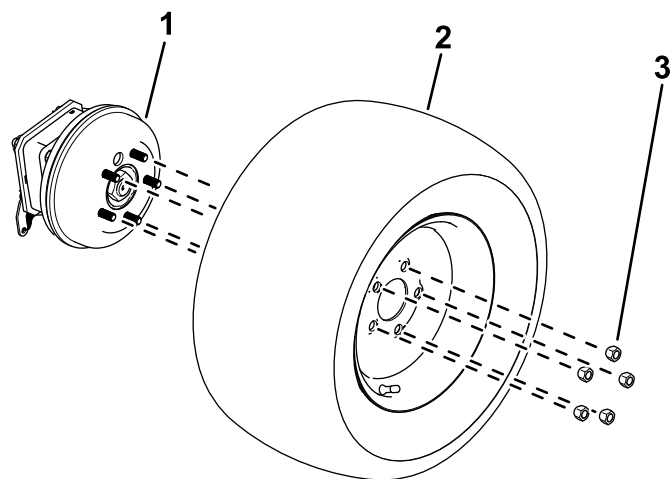

Bild 12
1. Lösen und entfernen Sie die Radmuttern (Bild 12).
2. Nehmen Sie Räder von den Radnaben ab (Bild 12).
1. Verwenden Sie die zuvor entfernten Radmutter, um die Räder an der Radnabe zu befestigen (Bild 12).